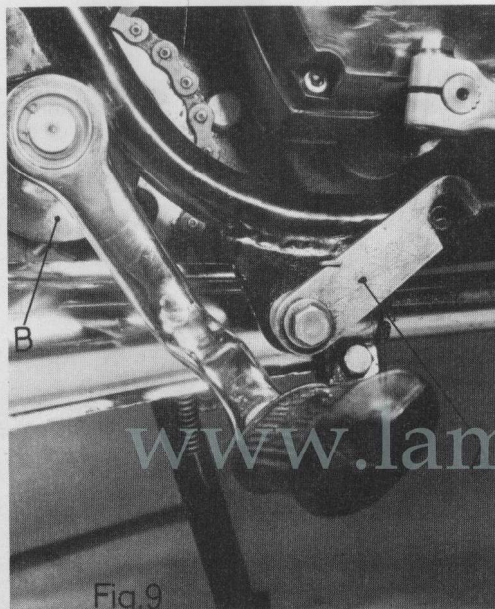

Fig. 9
- B) Desplazar la leva A fijación pedal derecho hacia la rueda trasera para dejar libre éste (fig. 9).